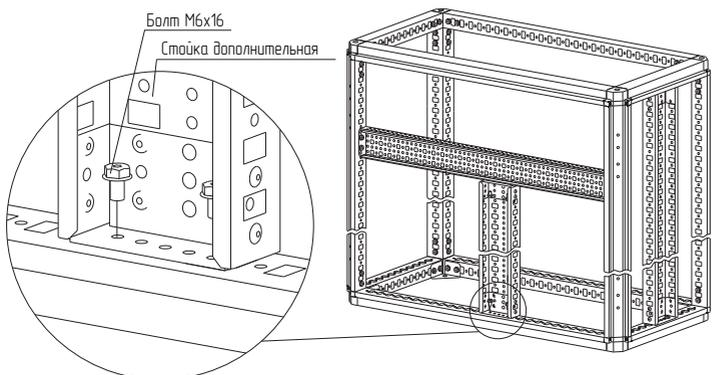

Рисунок 35
4.19.3 Установить стойку дополнительную вертикальную в каркас и закрепить болтами М6×16 (рисунок 35). Момент затяжки – 7 Н·м.